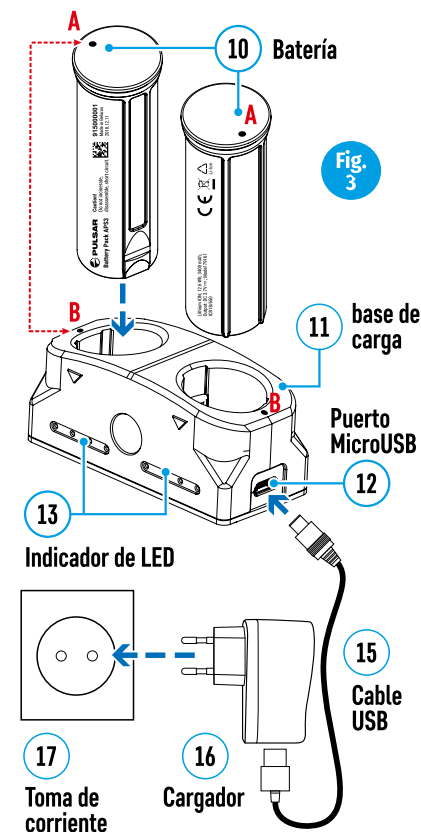

Fig. 3
Opción 2 (Fig.3):
- Inserte la batería recargable (10) suministrada con su dispositivo, o comprada por separado, totalmente a lo largo del carril de guía hasta la ranura del cargador APS (disponible por separado) (11) (véase Fig. 3).
- Conecte el conector microUSB del cable USB (15) en el conector microUSB del cargador de red (16). Enchufe el dispositivo a una toma de corriente de 100-240 V (17).
- Conecte el segundo conector del cable microUSB a la toma (12) del cargador de red (11).
- El indicador LED (13) se encenderá.